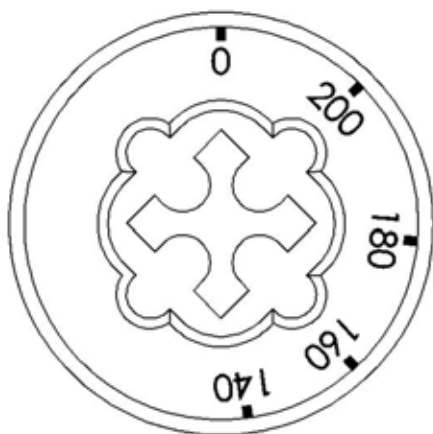

Fig. 2
- Girar la llave (Fig. 2) hasta la posición que corresponda a la temperatura deseada
- Volver a colocar la llave (Fig. 2) en la posición **0**